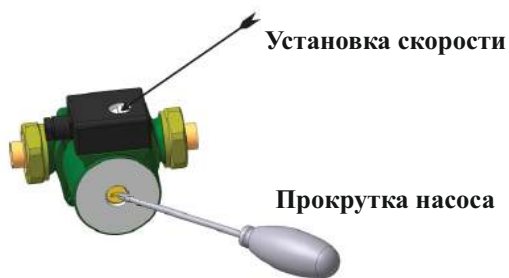

Рис. 30 Схема обслуживания насоса.
8.4 В начале отопительного сезона перед запуском прибора необходимо проверить, не заблокирован ли вал циркуляционного насоса отложениями или накипью. Для этого снимите лицевую панель (2) рис.1, предварительно отсоединив блок управления (3), в соответствии с п. 4.3, затем отвинтите защитный колпачок и поверните вал двигателя с помощью отвертки по стрелке (рис.30). Установите защитный колпачок на место. Первый пуск насоса проведите на максимальной скорости. Работа может быть выполнена без привлечения специалиста сервисного центра.